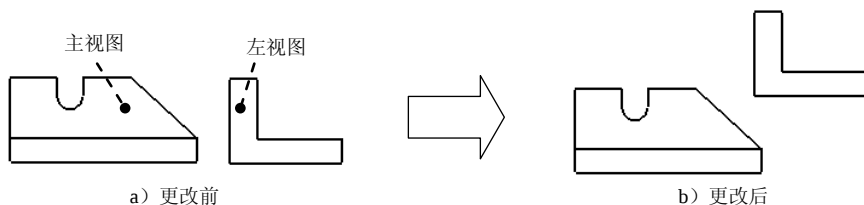
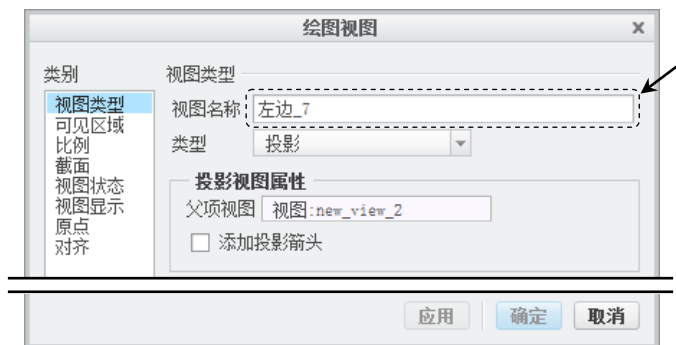

图 3.10.1 更改视图类型
图 3.10.2 “绘图视图”对话框（一）
视图在创建完成后, 如果认为视图名不合适, 仍可以对其进行修改, 在双击视图打开“绘图视图”对话框后, 可以在图 3.10.2 所示的 **视图名称** 的文本框中直接输入新的视图名。视图类型则是根据原来创建时的条件进行修改, 例如可以将投影视图改为一般视图, 投影视图被改为一般视图后不再受投影关系的约束, 此时可以将其移动到合适的方位。改变视图类型的效果如图 3.10.1 所示, 下面说明其操作步骤。
Step2. 双击图形区中的左视图，系统弹出图 3.10.2 所示的“绘图视图”对话框（一）。